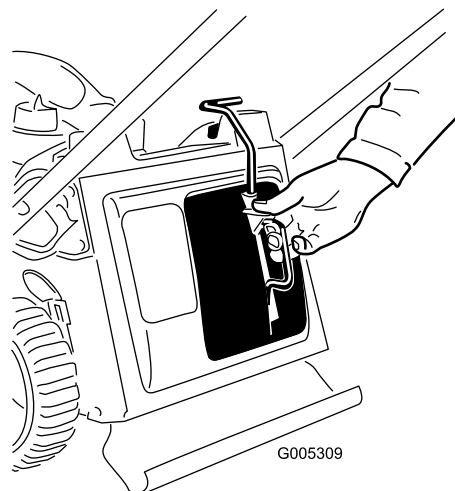

Figure 30
3. Insérez l'obturateur de mulching (Figure 30).